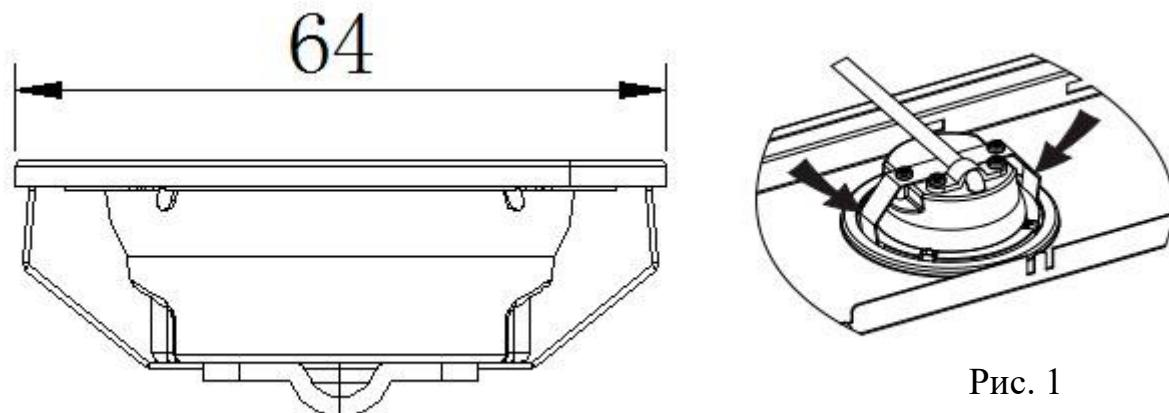
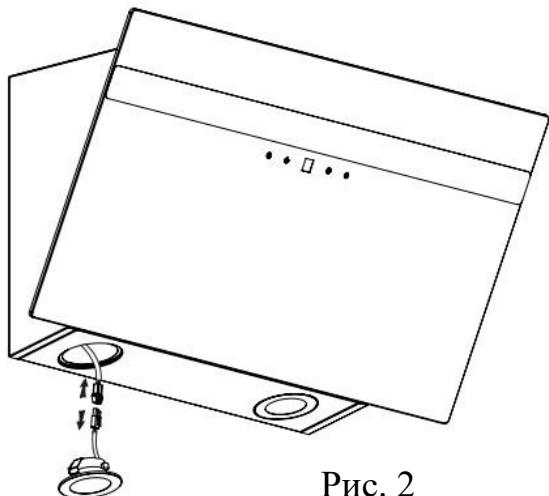

Рис. 1
Рис. 2
- Используя инструмент или руку, нажимайте на пружинные фиксаторы с обеих сторон светодиодной лампы до тех пор, пока лампа не будет выдавлена (рис. 1), затем медленно вытяните кабель и отсоедините клеммы (рис. 2).